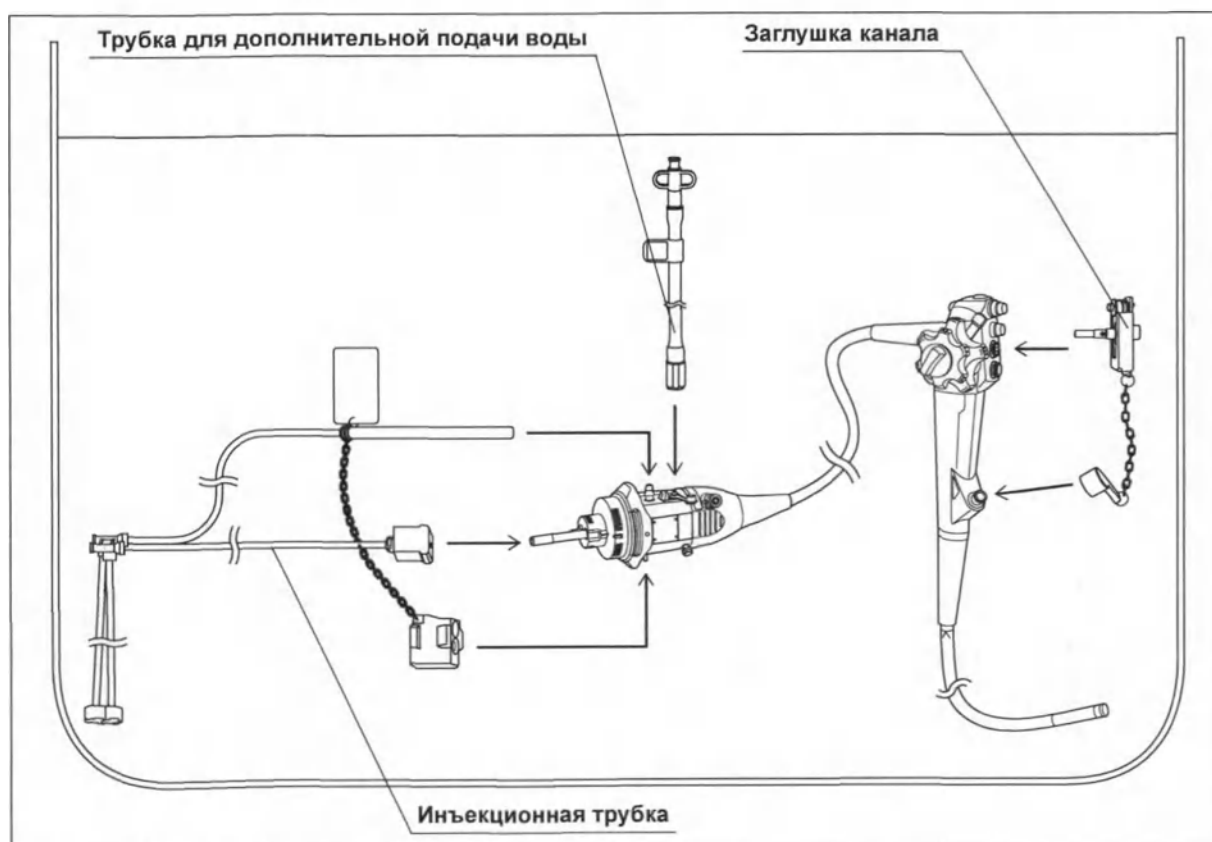

Рисунок 5.69
- 5** Присоедините к эндоскопу заглушку для канала, инъекционную трубку и трубку для дополнительной подачи воды. (См. рис. 5.69)